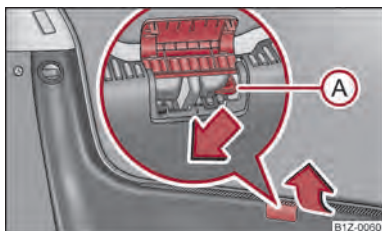

Fig. 17 Déverrouillage de secours de la malle AR
- Levez le cache de la serrure vers le haut ⇒ fig. 17.